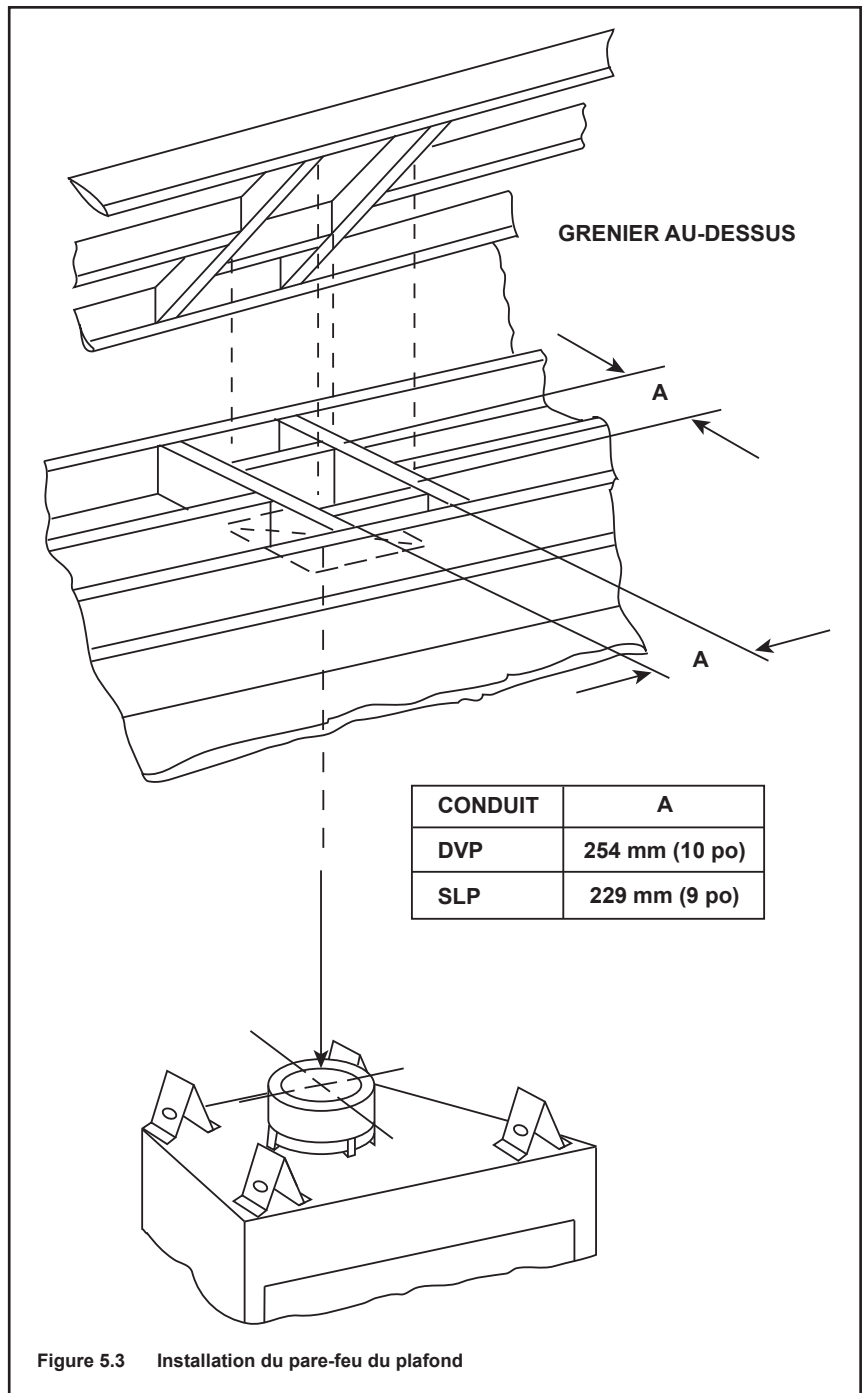

Figure 5.3 Installation du pare-feu du plafond
- **Conduit DVP seulement** – Ouverture du coffrage de 254 mm x 254 mm (10 x 10 po) quand le conduit d'évacuation traverse un plancher/plafond (voir la figure 5.3).
- **Conduit SLP seulement** – Ouverture du coffrage 229 x 229 mm (9 x 9 po) quand le conduit d'évacuation traverse un plancher/plafond (voir la figure 5.3).